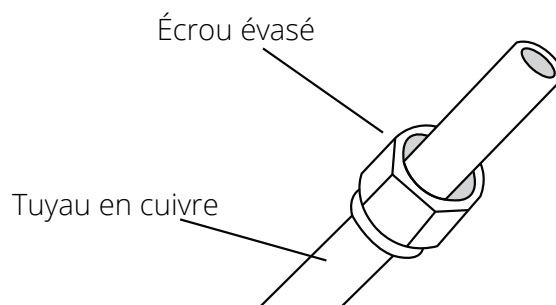

Fig. 5.3
3. Placez des écrous évasés aux deux extrémités du conduit. Assurez-vous qu'ils sont orientés dans la bonne direction car vous ne pouvez pas les remettre ou changer leur direction après l'évasement. Voir Fig. 5.3.